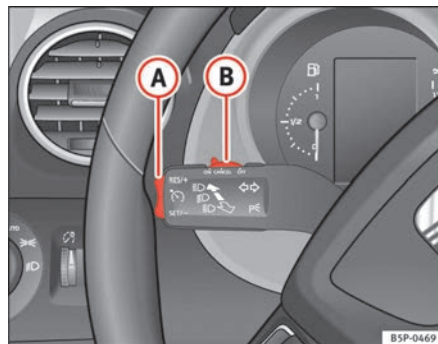

Fig. 150 Palanca de intermitentes y de luz de carretera: mando y tecla basculante para el regulador de velocidad
- Cuando se haya alcanzado la velocidad que se quiere programar, pulse brevemente la parte inferior de la tecla basculante **SET/-** ⇒ fig. 150 **A** una vez.